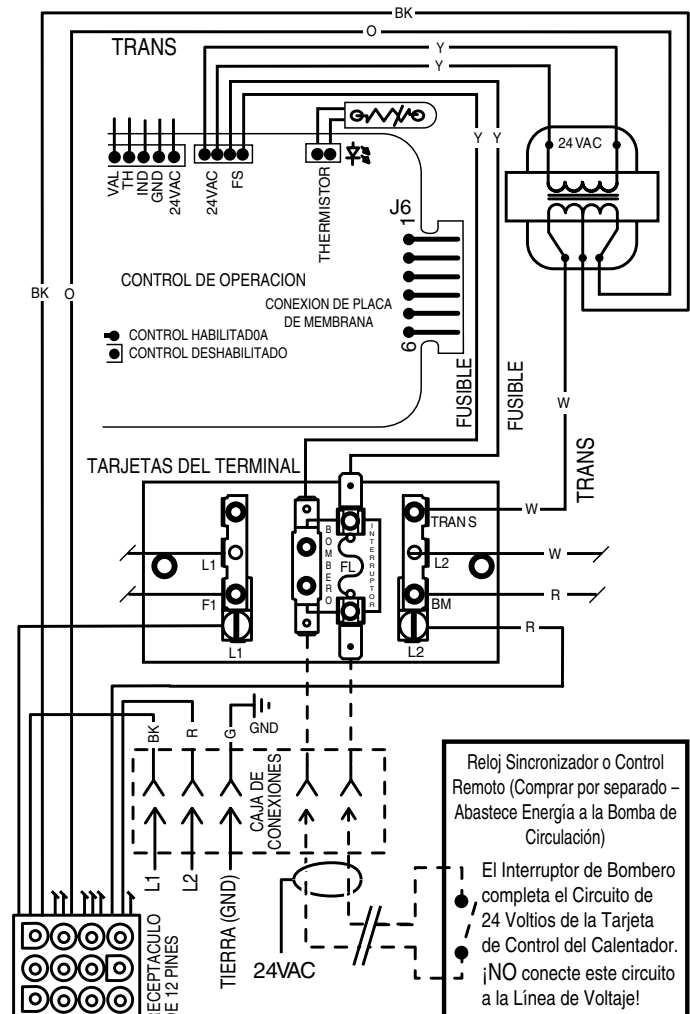

Figura 30.
- Conecte los cables entre los terminales del Interruptor de Bombero en el calentador y el regulador. Conecte los cables del controlador o del sincronizador al Interruptor de Bombero. El controlador, el sincronizador o el regulador deben ser preparados para manejar 24VAC a 0.5 Amp (por que completara el circuito de 24VAC del panel de control en el calentador como se muestra en la Figura 30). **NO** aplique voltaje de línea a los terminales del interruptor de bombero. Use cable calibre 18 con un mínimo de 3/64" (1.2 mm) de grosor de aislamiento clasificado para una elevación de temperatura de por lo menos 105°C.
- Conecte los cables entre los terminales del panel de control en el calentador y los reguladores externos, como se muestran en la Figura 30. Utilice por lo menos 2 reguladores por calentador para permitir una posición de "APAGADO" en cada modo del calentador. Seleccione reguladores que puedan manejar interrupción de nivel de logística. **NO** aplique línea de voltaje a los terminales del panel de control.
- Mueva el arrancador (como se muestra en la Figura 30) para habilitar el control exterior y deshabilitar los botones "Piscina Encendida" y "Spa Encendido" (la tecla de "Apagado" permanece funcional).